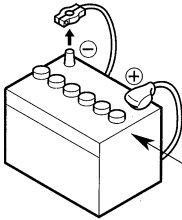

Figure 1 / Figure 1 / Figura 1 / Figura 1
- 3. Be sure to disconnect the battery "⊖" terminal before starting. This is to prevent short circuits during installation. (Figure 1)
- 3. S'assurer de débrancher la borne "⊖" de la batterie avant de commencer. Cela évitera les court-circuits pendant l'installation. (Figure 1)
- 3. Assicuratevi di scollegare il terminale "⊖" della batteria prima di cominciare. Questo serve per prevenire la messa a corto circuito durante l'installazione. (Figure 1)